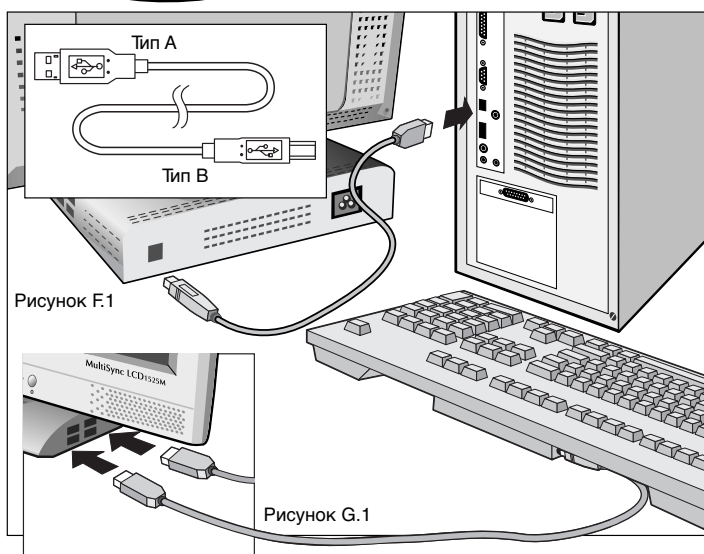
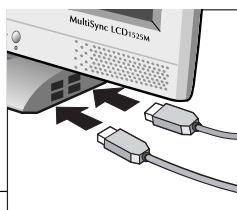

Рисунок F.1
Рисунок G.1
6. С помощью кабеля USB соедините разъем типа В с входным портом USB на задней панели монитора, а разъем типа А - с выходным портом компьютера (Рисунок F.1). Если применяется кабель от устройства USB, используйте один из выходных портов на боковой части монитора (Рисунок G.1).